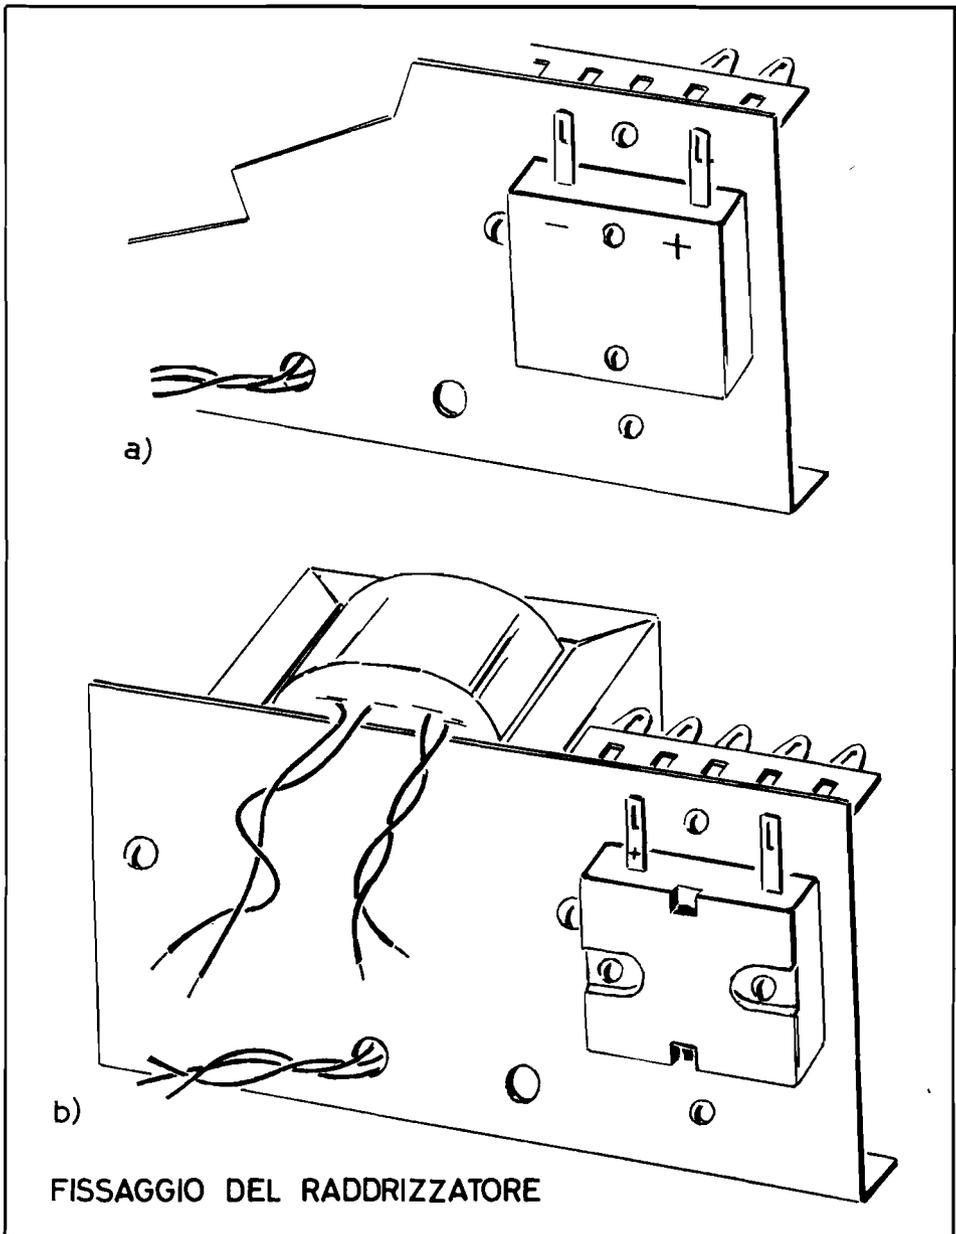

Fig. 7
f) Tenendo presenti queste precisazioni, fissi il raddrizzatore sulla piastra mediante due viti da 3×16 mm e due dadi da 3 MA. Nella *fig. 7-a* può vedere come deve presentarsi il raddrizzatore tipo A, B o C; nella *fig. 7-b* come deve presentarsi il raddrizzatore tipo D.